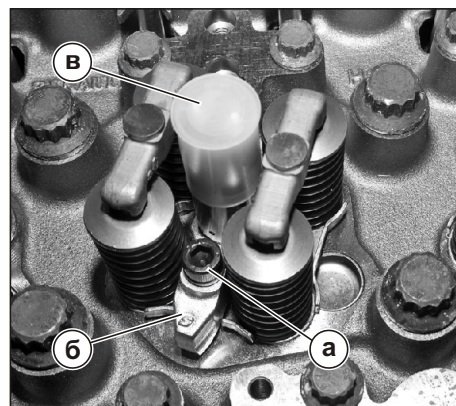

Рис. 53. Снятие форсунок.
3. Отвернуть болты (а) (300144) (см. Рис. 53) крепления скоб форсунок.
4. Снять скобы крепления форсунок (б) (650.1112163) (см. Рис. 53).
5. Снять форсунки (в) (650.1112010) (см. Рис. 53).